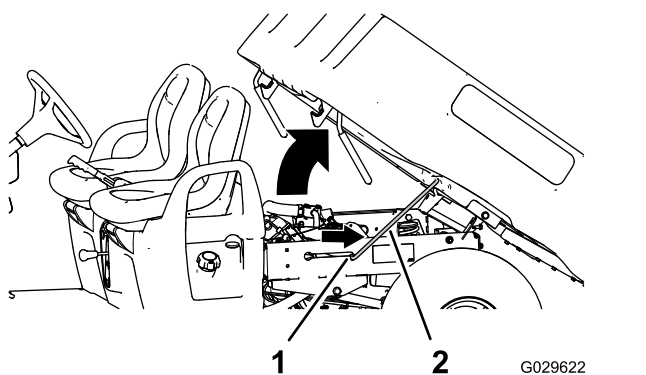

Figura 14
2. Trageți tija de susinere în fanta de blocare a pentru a fixa platforma (Figura 14).
2. Scoateți tija de susinere din fanta de declanșare (Figura 14).